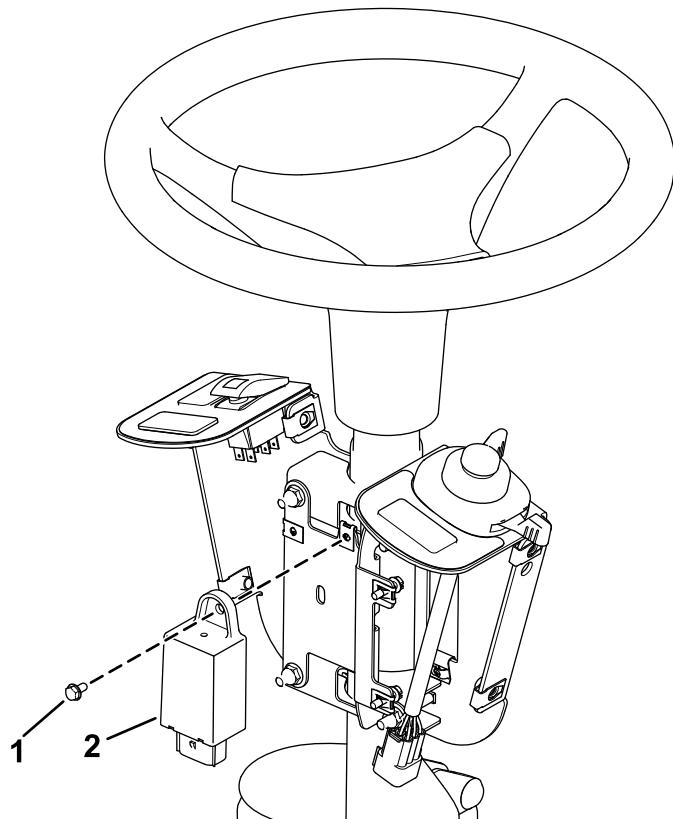

Bild 6
4. Befestigen Sie den Blinker mit einer Schraube (Nr. 10 x $\frac{3}{8}$ “) auf der Montageplatte der Sicherung, wie in Bild 6 dargestellt.